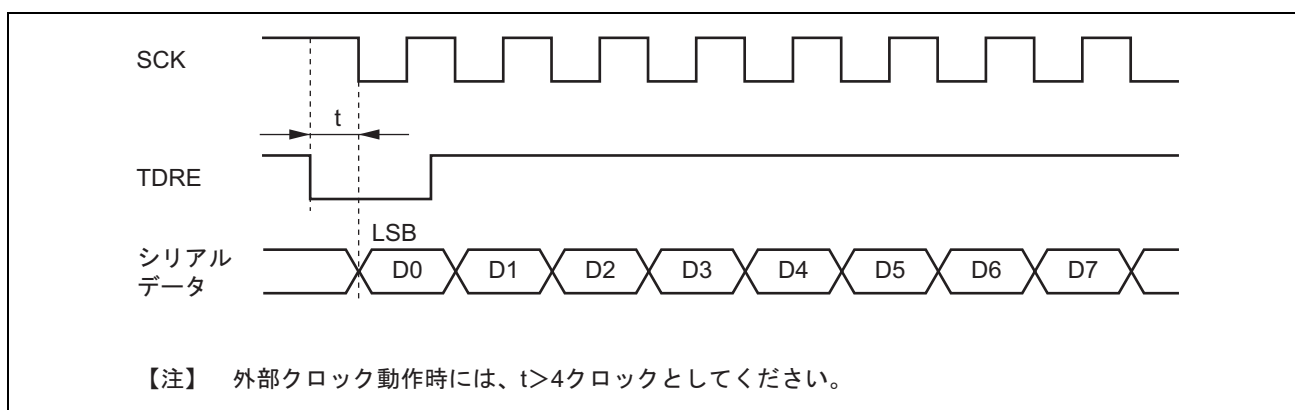

図 17.38 DTC によるクロック同期式送信時の例
1. 同期クロックに外部クロックソースを使用する場合、DMACまたはDTCによるTDRの更新後、Pφクロックで5クロック以上経過した後に送信クロックを入力してください。TDRの更新後4クロック以内に送信クロックを入力すると誤動作することがあります（図17.38参照）。